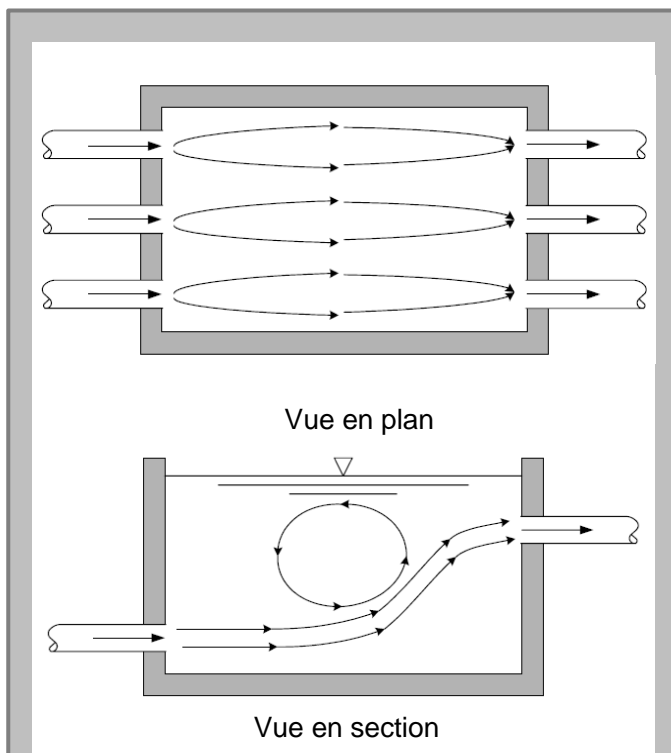
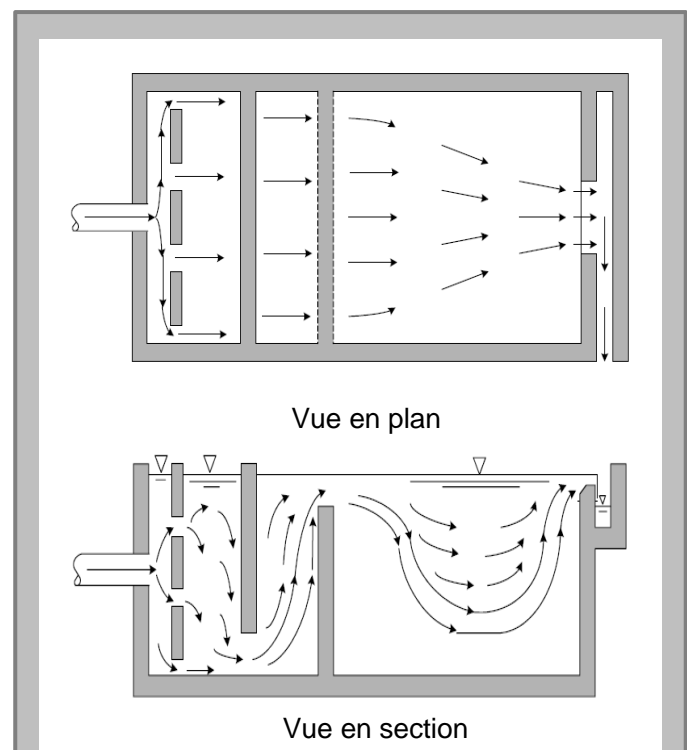

Figure 1 : Exemple d'un agencement médiocre des chicanes dans un puits de décantation rectangulaire (obtenu de l'EPA, 2003, États-Unis)
Figure 2 : Exemple d'un agencement moyen des chicanes dans un puits de décantation rectangulaire (obtenu de l'EPA, 2003, États-Unis)
mortes produisant ce qu'on appelle un court-circuit (figure 1). Lorsque cela se produit, le temps de contact réel est inférieur au temps de retenue calculé. En règle générale, on emploie des chicanes pour éviter les courts-circuits, pour guider l'écoulement de l'eau et pour allonger le circuit de l'eau. Le facteur de chicanage (FC) dépend de la proportion d'espace mort, de l'écoulement en piston (l'eau se déplace comme un piston à l'intérieur d'un pipeline) et de l'écoulement mixte dans une chambre de contact.
Pour comprendre le FC, il est important de connaître le temps de retenue hydraulique et le temps de contact effectif. Le temps de retenue hydraulique (TRH, min) est le rapport du volume de la chambre de contact (V, m3) sur le débit d'eau (Q, m3/min), ce qui donne sous forme d'équation : TRH=V/Q. Comme le temps de contact effectif (T10) est la durée pendant laquelle 10 % de l'eau traverse la chambre de contact de désinfection, il peut être utilisé comme une valeur prudente. L'utilisation de T10 assure que 90 % de l'eau a un temps de contact supérieur à T10. Le FC est le rapport du temps de contact effectif (T10) sur le temps de retenue hydraulique (TRH). Un FC faible indique un degré élevé de court-circuitage ou un pourcentage élevé d'espace mort dans la chambre de contact (figure 1).
figures 1 à 3) ou encore selon les recommandations du fabricant. Il en résulte une grande réduction de la valeur calculée du CT. La figure 1 illustre des zones mortes sans chicane dans le bassin; tandis que les figures 2 et 3 illustrent des conditions de chicanage moyenne et supérieure, respectivement.